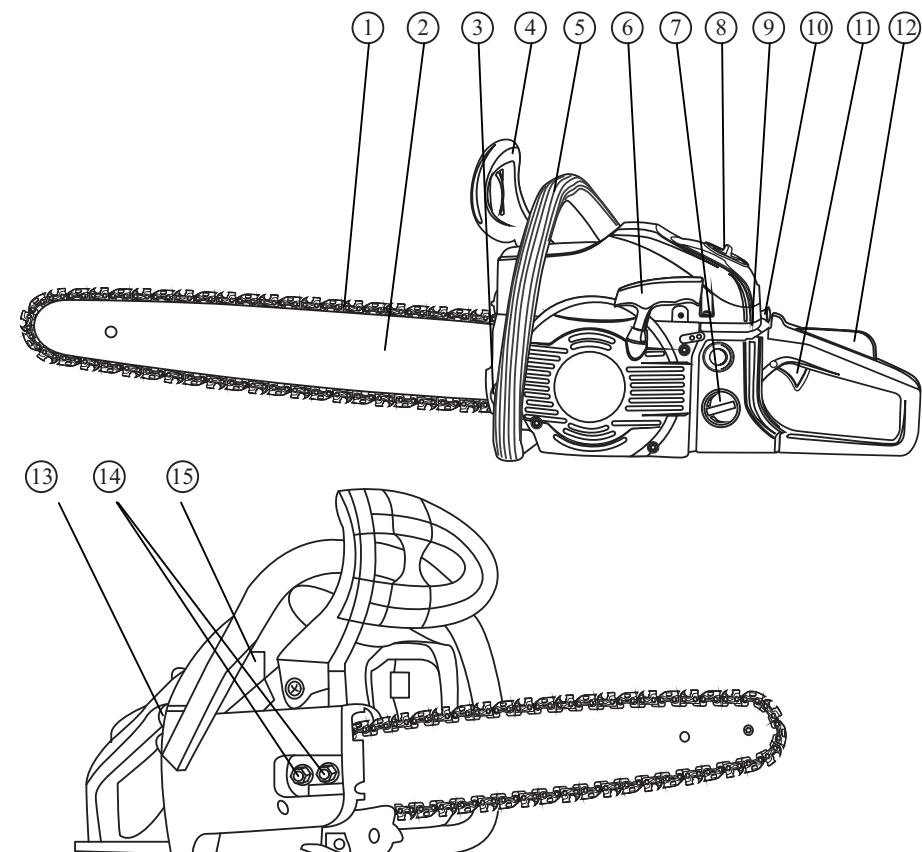
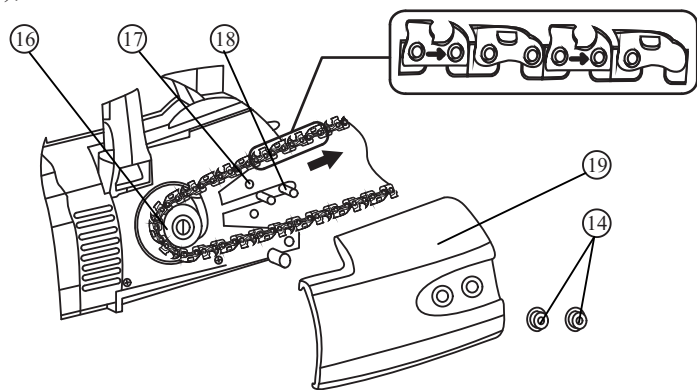

Рис. 1
Рис. 2
4.2.1. Установите пильную цепь в следующем порядке (рис. 2):
- отверните две гайки 14 (рис. 1) и снимите крышку натяжителя 19 (рис. 2);
- наденьте на шину 2 пильную цепь 1 так, чтобы режущая кромка была направлена в сторону движения цепи (рис. 2) (в соответствии с обозначением направления движения на самой цепи);